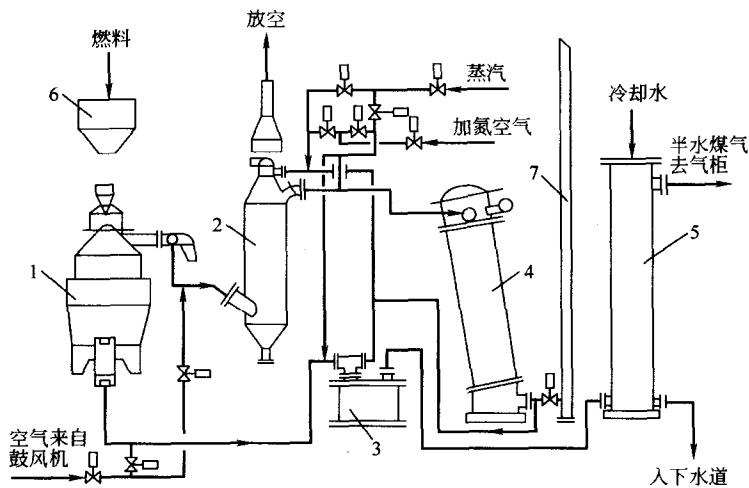

图 2-1-6 UGI 型工艺流程
(1) 块煤固定层间歇法制气工艺流程
① 中型合成氨厂工艺流程 (UGI 型) 该流程也称固定层煤气发生炉制半水煤气工艺流程, 如图 2-1-6 所示。